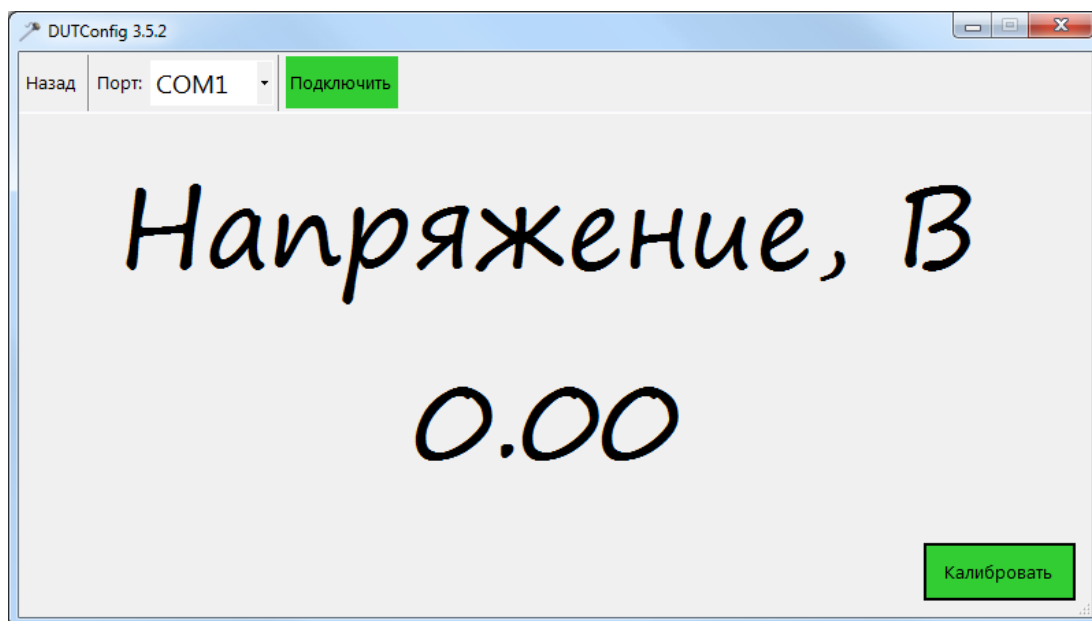

Рисунок 14 – Окно калибровки
7. В появившемся окне (рис. 14) указать порт подключения. Нажать кнопку [Подключить].